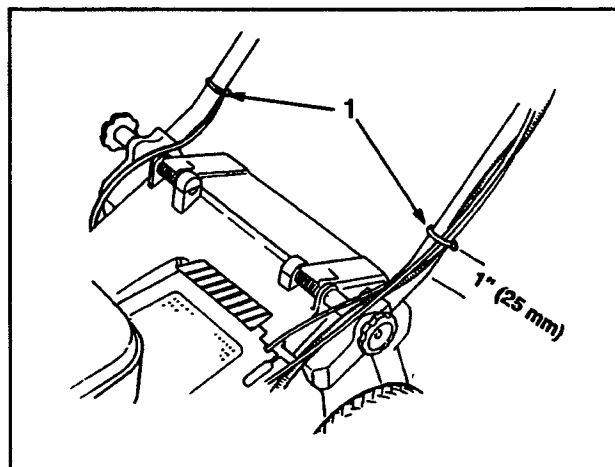

Figure 3
6. Utilisez les serre-câbles pour les fixer aux extrémités inférieures des tubes de la poignée (Fig. 3). Les serre-câbles devraient être installés à 25 mm (1 pouce) des coudes du mancheron. Pour le placement correct du câble, voir la figure 3.